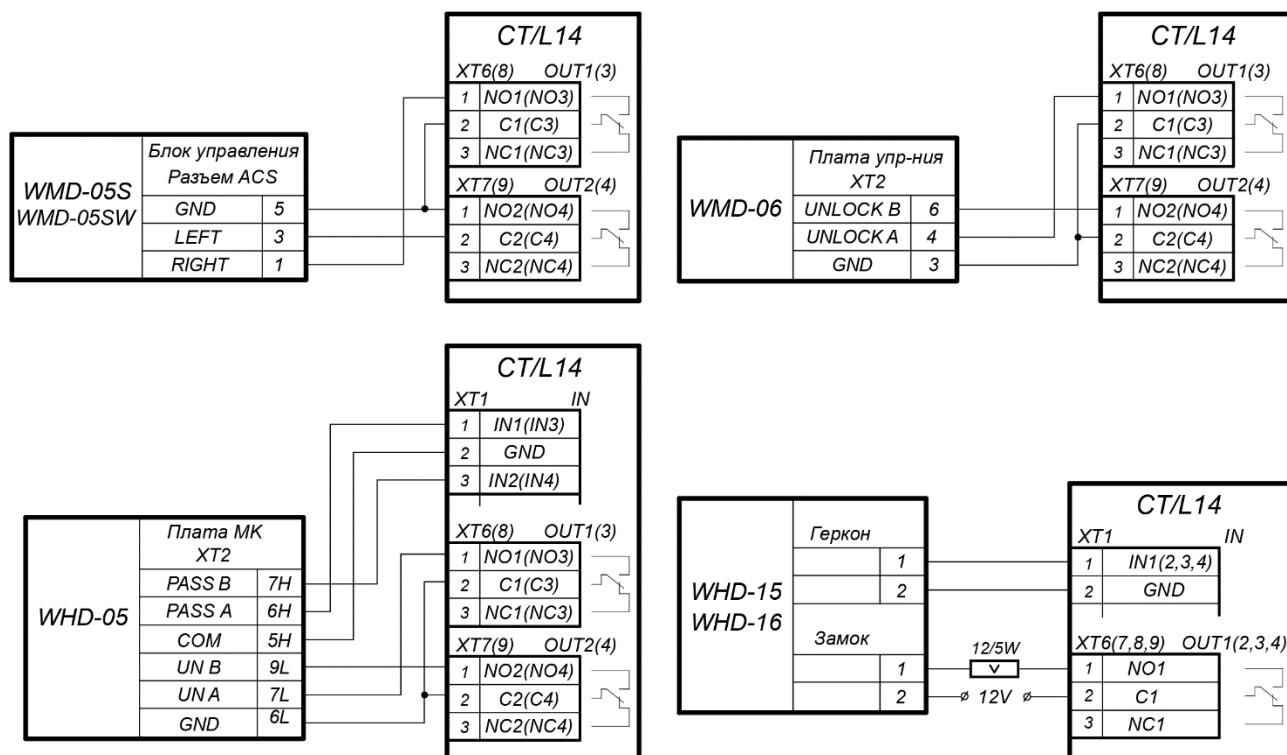

Рисунок 7. Схемы подключений калиток
- Калитка (блок управления калиткой) №1 подключается к клеммным колодкам **XT1**, **XT6**, **XT7** нижней платы контроллера в соответствии со схемой для данного типа калитки (см. рис. 7).
- Калитка (блок управления калиткой) №2 подключается к клеммным колодкам **XT1**, **XT8**, **XT9** нижней платы контроллера в соответствии со схемой для данного типа калитки (см. рис. 7).